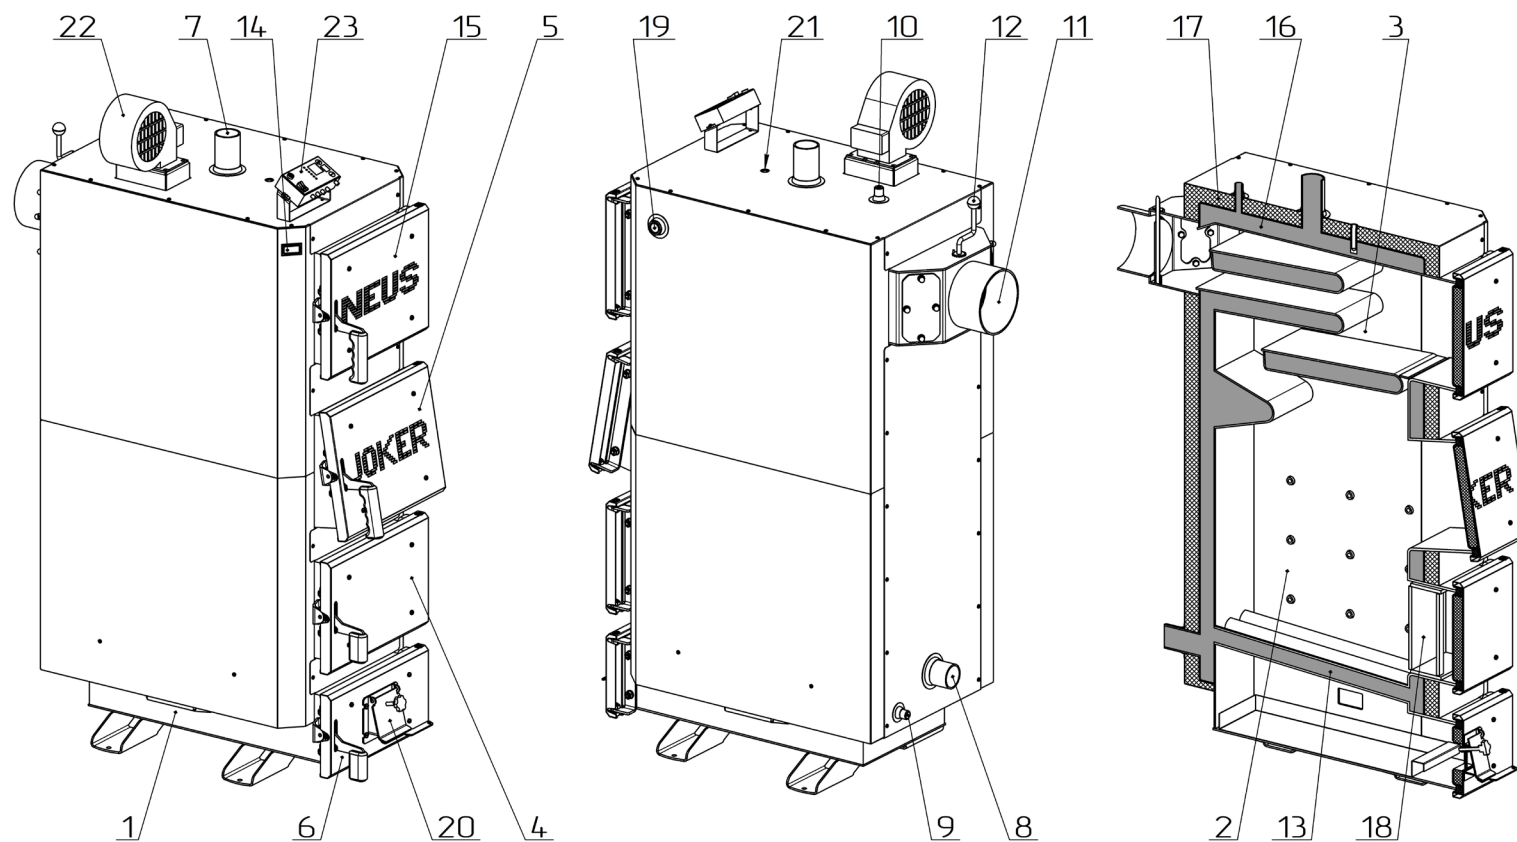

Рисунок 2 – Основні елементи котла Неус Джокер (Неус Джокер М)
Конструктивно котел являє собою збірно-зварену конструкцію, що складається з корпусу (поз. 1, рис. 2) з камерою згоряння (топкою) (поз. 2, рис. 2). Конвекційна частина котла складається з трьохходового теплообмінника (поз. 3, рис. 2), який розташований безпосередньо над топкою.
Корпус котла виконаний в формі паралелепіпеду з подвійними стінками, які розділені водними перегородками (поз. 16, рис. 2). На зовнішній поверхні корпусу під декоративною обшивкою закріплена теплова ізоляція. (поз. 17, рис. 2).
Паливо для процесу спалення завантажується на колосникові ґрати (поз. 13, рис. 2) крізь завантажувальні дверцята (поз. 5, рис. 2). Згоряння палива в топці відбувається за участю повітря, яке постачається наступним чином:
- у котлі Неус Джокер М – крізь вікно клапана подачі повітря (поз. 20, рис. 2), що закривається кришкою, під колосникові ґрати. Кількість повітря, необхідного для процесу згоряння, регулюється механічним регулятором тяги, який шляхом натягу або послаблення ланцюга керує положенням кришки клапана. **Регулятор тяги не входить до комплекту поставки котла.**
- у котлі Неус Джокер – під колосникові ґрати та безпосередньо у топку припливним вентилятором (поз. 22, рис. 2). Кількість повітря, необхідного для процесу згоряння, регулюється автоматично контролером (поз. 23, рис. 2);
Для монтажу вентилятора необхідно використовувати спеціальний фланець, розміщений на верхній стінці корпусу котла (див. рис. 2). Також можна встановлювати вентилятор на дверцятах (поз. 6, рис. 2) замість клапана подачі повітря (поз. 20, рис. 2).
Підведення і відведення теплоносія здійснюється відповідно через патрубки зворотної мережної води (поз. 8, рис. 2) і прямої мережної води (поз. 7, рис. 2).
Топочні гази виходять у димохід крізь боров (поз. 11, рис. 2), розташований у задній частині котла. Боров обладнано вбудованим дросельним клапаном продуктів згоряння – шибером (поз. 12, рис. 2). У випадку надто високої тяги у димоході шибер дає можливість її знизити шляхом часткового перекривання вихідного отвору борова.
У верхній частині корпусу котла розташований штуцер для встановлення запобіжного клапана котла (поз. 10, рис. 2).
На задній стінці корпусу у нижній її частині розміщено штуцер для зливу води з котла (поз. 9, рис. 2).
Ревізійний дверцята (поз. 6, рис. 2), що розташовані на передній стінці котла, необхідні для можливості спорожнення підколосникової зони.
Для чищення конвекційної частини котла передбачені дверцята (поз. 15, рис. 2).